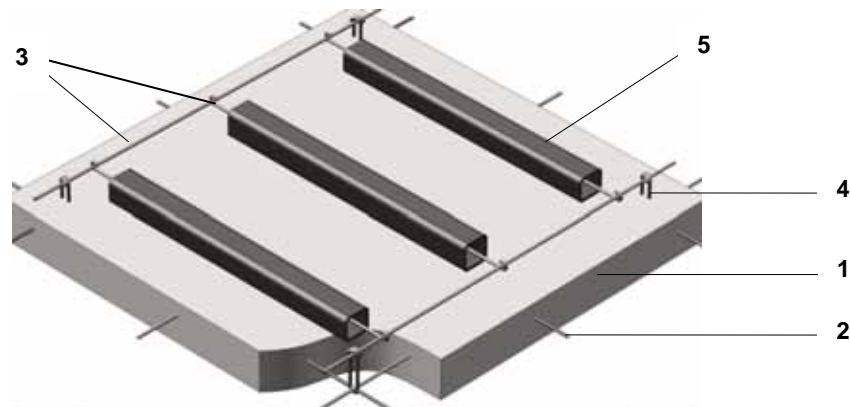

Fig. 10 : Schéma de principe treillis soudé avec épinglage
- c. Prévoir un ferrailage avec épingles en attente pour ancrage du regard (Fig.10,17).